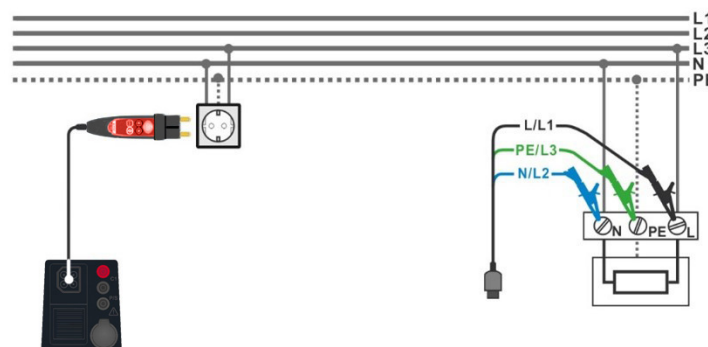

Abbildung 7.31: Anschluss des Commander-Prüfsteckers und der 3-Leiter-Prüfleitung
- › Schließen Sie die 3-Leiter-Prüfleitung oder den Commander-Prüfstecker am Prüfobjekt an, siehe **Abbildung 7.31**.